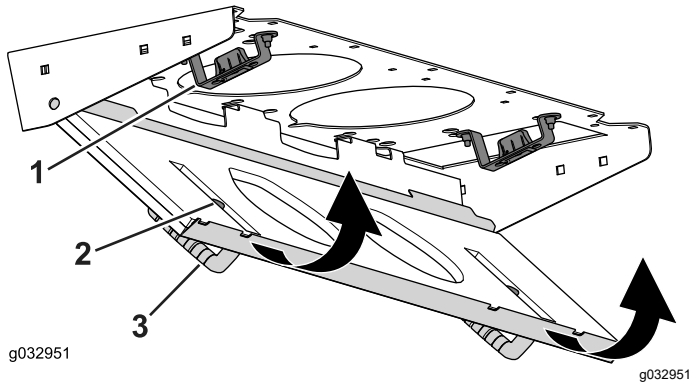

Bild 99
4. Drehen Sie den Filterschirm um die Laschen, bis der Riegel in die Riegelhalterung (Bild 99) einrastet.